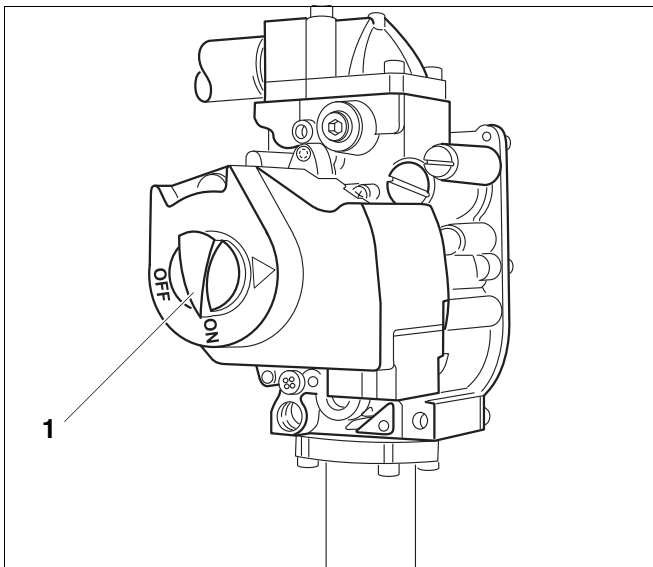

Fig. 3 Bloc gaz
8. Mettre le panneau avant de la chaudière en place. (→ fig. 3).